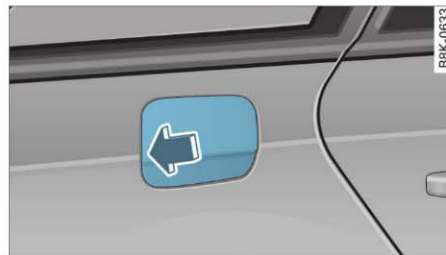

Fig. 214 Lateral dreapta spate: Deschiderea clapetei rezervorului
⇒ pagina 217, fig. 214 -săgeata-.
- Apăsați pe partea stângă a clapetei rezervorului ⇒ *pagina 217*, fig. 214 -săgeata-.